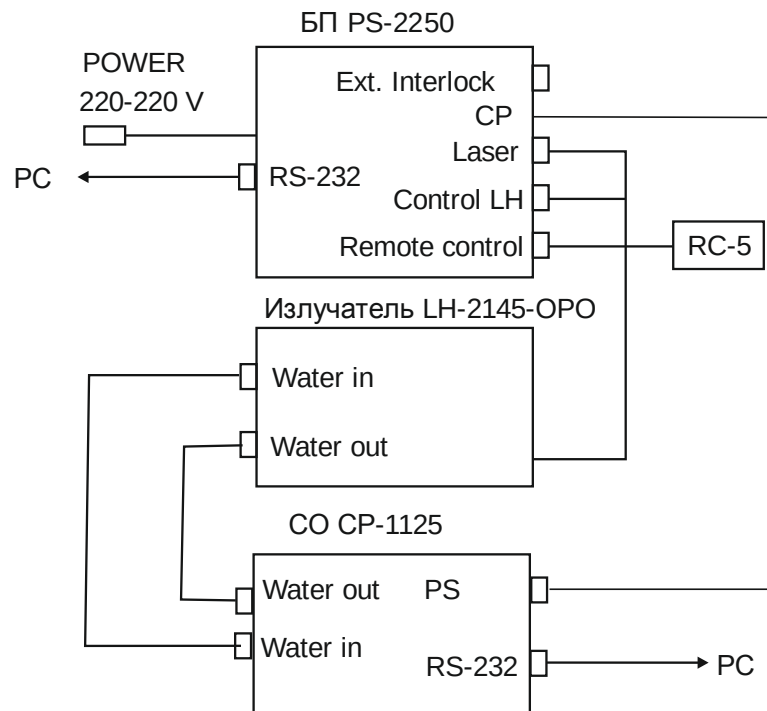

Рис.7. Схема электрогидравлических соединений лазера.
- 8.4. Соединить блоки лазера кабелями и шлангами согласно схеме электрических и гидравлических соединений (рис.7).
Подключить РС согласно схеме рис.7, используя соответствующий кабель с USB adapter из комплекта ЗИП